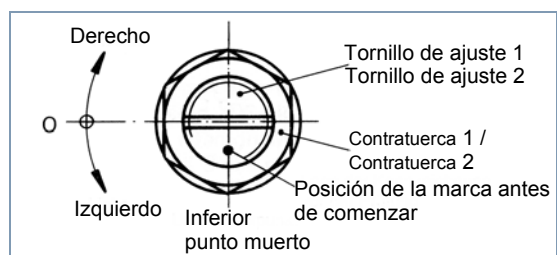

Fig. 4 Punto muerto inferior
- La posición de los tornillos de ajuste 1 y 2 debe estar en la posición de "punto muerto inferior" (véase fig. 4).